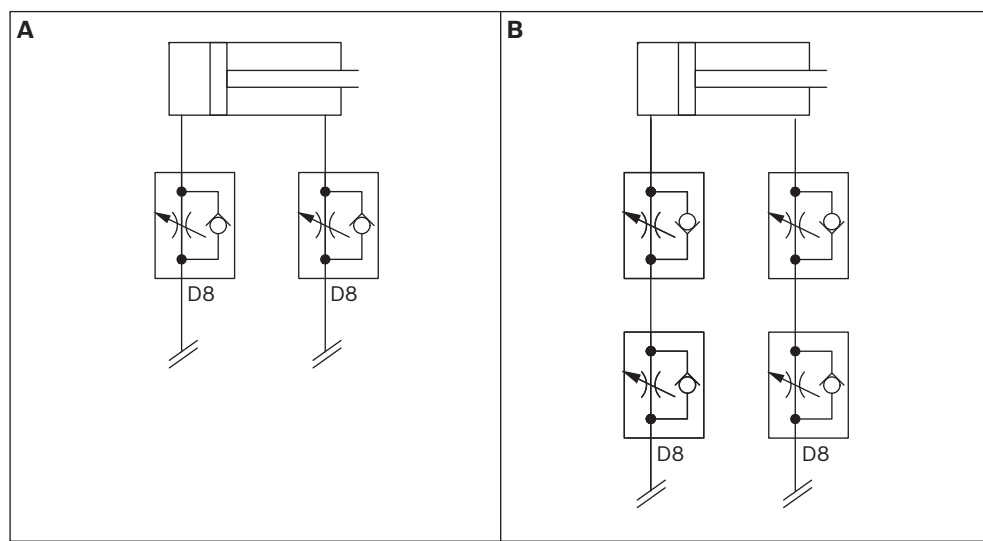

Fig. 9: Esquema pneumático
- ▶ Eventualmente ajuste a elevação (40 ou 90 mm), realocando o anel condensação (A).
- ▶ Para o ajuste da velocidade do movimento de elevação ou de rotação, reduza o ar de exaustão e entrada (veja também pág. 21, Fig. 9).